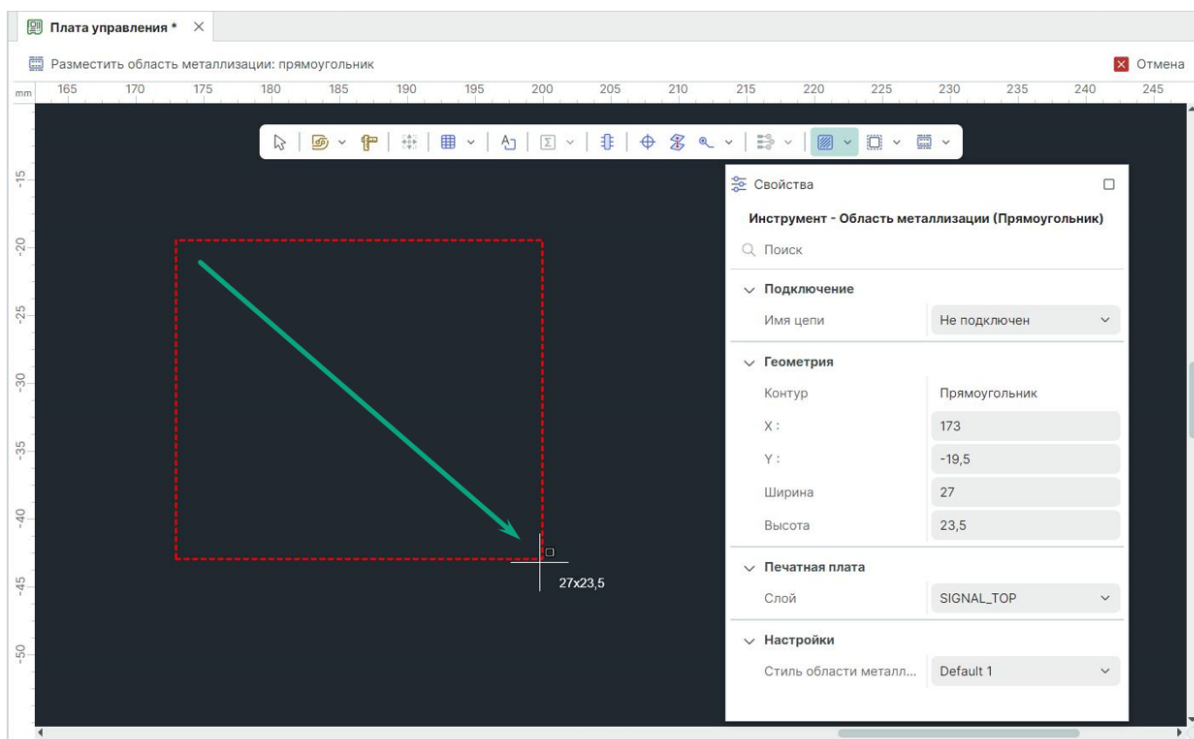

Рис. 427 Построение области металлизации с контуром прямоугольник и свойства инструмента
4. Удерживая левую кнопку мыши зажатой, переведите курсор на другую точку печатной платы, которая так же будет принадлежать границе размещаемой области металлизации, и отпустите левую кнопку мыши, при этом между точками будет построена замкнутая фигура, см. Рис. 427.